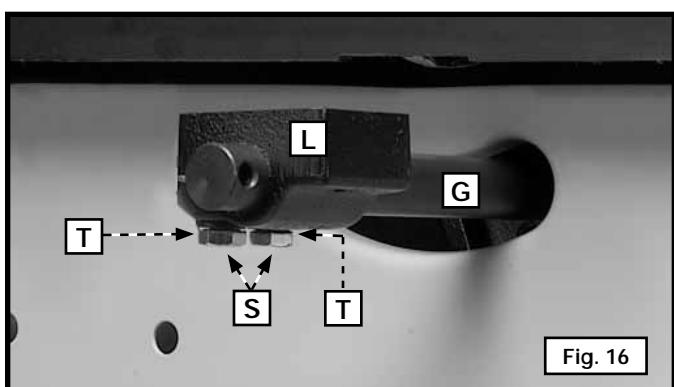

Fig. 16
- Ajuste el soporte inferior (L) Fig. 16, a la varilla (G) sin excesiva firmeza con dos tornillos de cabeza hexagonal 5/16-18x25,4 mm (1") (S) y arandelas de bloqueo de 7,938 mm (5/16") (T) debajo del soporte (L).